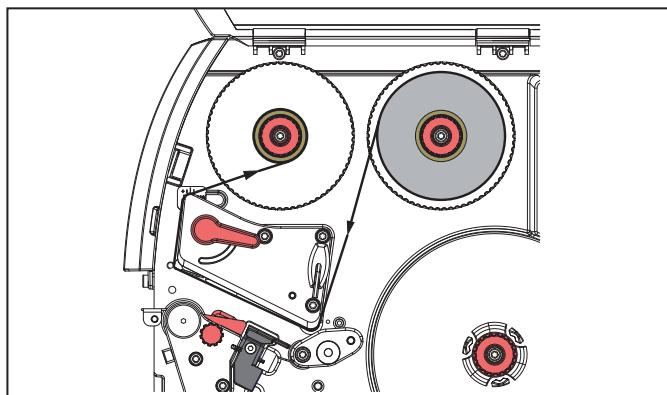

Figura 6.4 Recorrido de la cinta de transferencia
- ▶ Gire la palanca (6) en sentido antihorario para elevar el cabezal de impresión.
- ▶ Introduzca el rollo de cinta de transferencia (1) en el desenrollador (2) de forma que el recubrimiento de color de la cinta quede hacia abajo al desenrollarla.
- ▶ Coloque el rollo de cinta de transferencia (1) en el desenrollador de forma que los valores de escala de ambos lados del rollo sean idénticos.
- ▶ Sujete el rollo de cinta de transferencia (1) y gire el pomo del desenrollador (3) en sentido antihorario hasta que el rollo de cinta de transferencia quede fijado.
- ▶ Introduzca un núcleo de cinta de transferencia adecuado (4) en el enrollador de cinta de transferencia (5) y fíjelo de la misma manera.
- ▶ Guíe la cinta de transferencia a través del grupo de impresión, véase Figura 6.4.
- ▶ Fije el principio de la cinta de transferencia al núcleo de la cinta de transferencia (4) con una tira adhesiva. Observe el sentido de giro en sentido antihorario del enrollador de la cinta de transferencia.
- ▶ Gire el enrollador de la cinta de transferencia (5) en sentido antihorario para alisar el recorrido de la cinta de transferencia.
- ▶ Gire la palanca (6) en sentido horario para bloquear el cabezal de impresión.